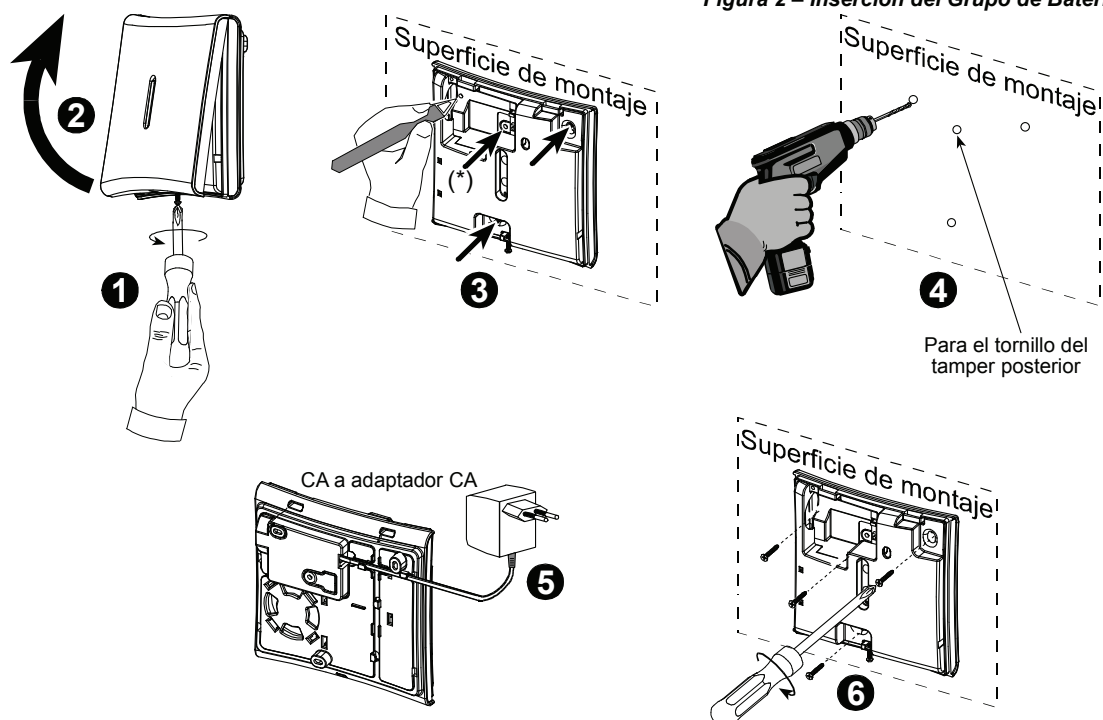

Figura 3 - Instalación
**D.** Monte el repetidor en el local seleccionado, como se muestra en la Figura 3.